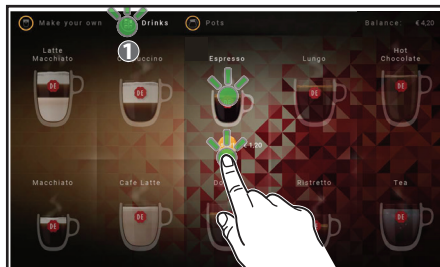

Fig. 4.8 - « Boissons »
1. Appuyez sur l'icône « Boissons » en haut au centre (1) de l'écran tactile, lorsque le distributeur est en mode distribution (fig. 4.8)